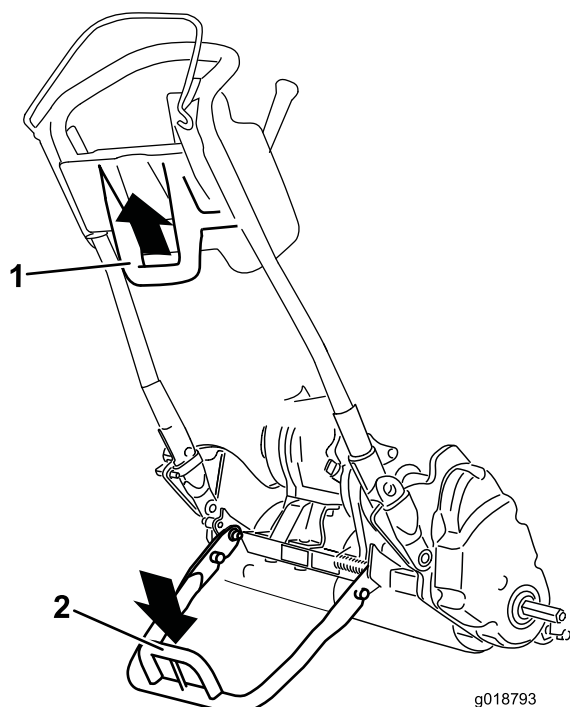

Figura 19
- Para utilizar o apoio para instalar as rodas de transporte, baixe-o para o solo e pise no aro do apoio enquanto puxa para cima e para trás a pega central inferior da máquina (Figura 19).